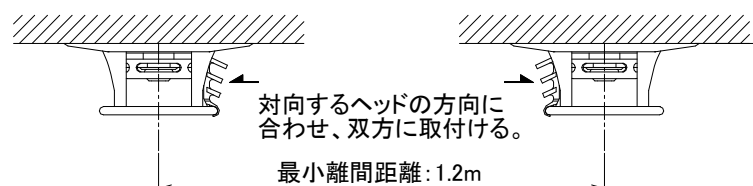

図3. 被水防止板設置方法
- 被水防止板の取付けは、対向するスプリンクラーヘッドの方向に合わせて取付けてください（下図3参照）。方向がずれていると被水防止効果が無くなります。